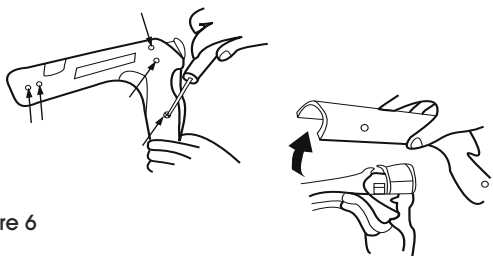

Figure 6
1. Retirez cinq vis d'installation et retirez le côté droit du boîtier. (Voir Figure 6)